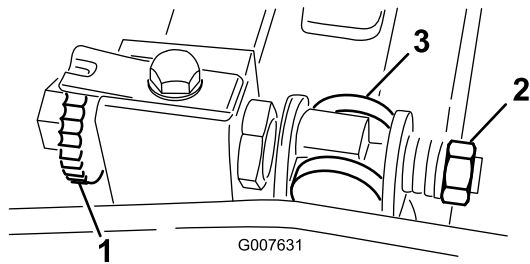

Figure 58
1. Tournez la vis de réglage de la barre d'appui dans le sens antihoraire pour éloigner la contre-lame du cylindre (Figure 58).
2. Faites sortir l'écrou de tension du ressort jusqu'à ce que la rondelle ne soit plus tendue contre la barre d'appui (Figure 58).